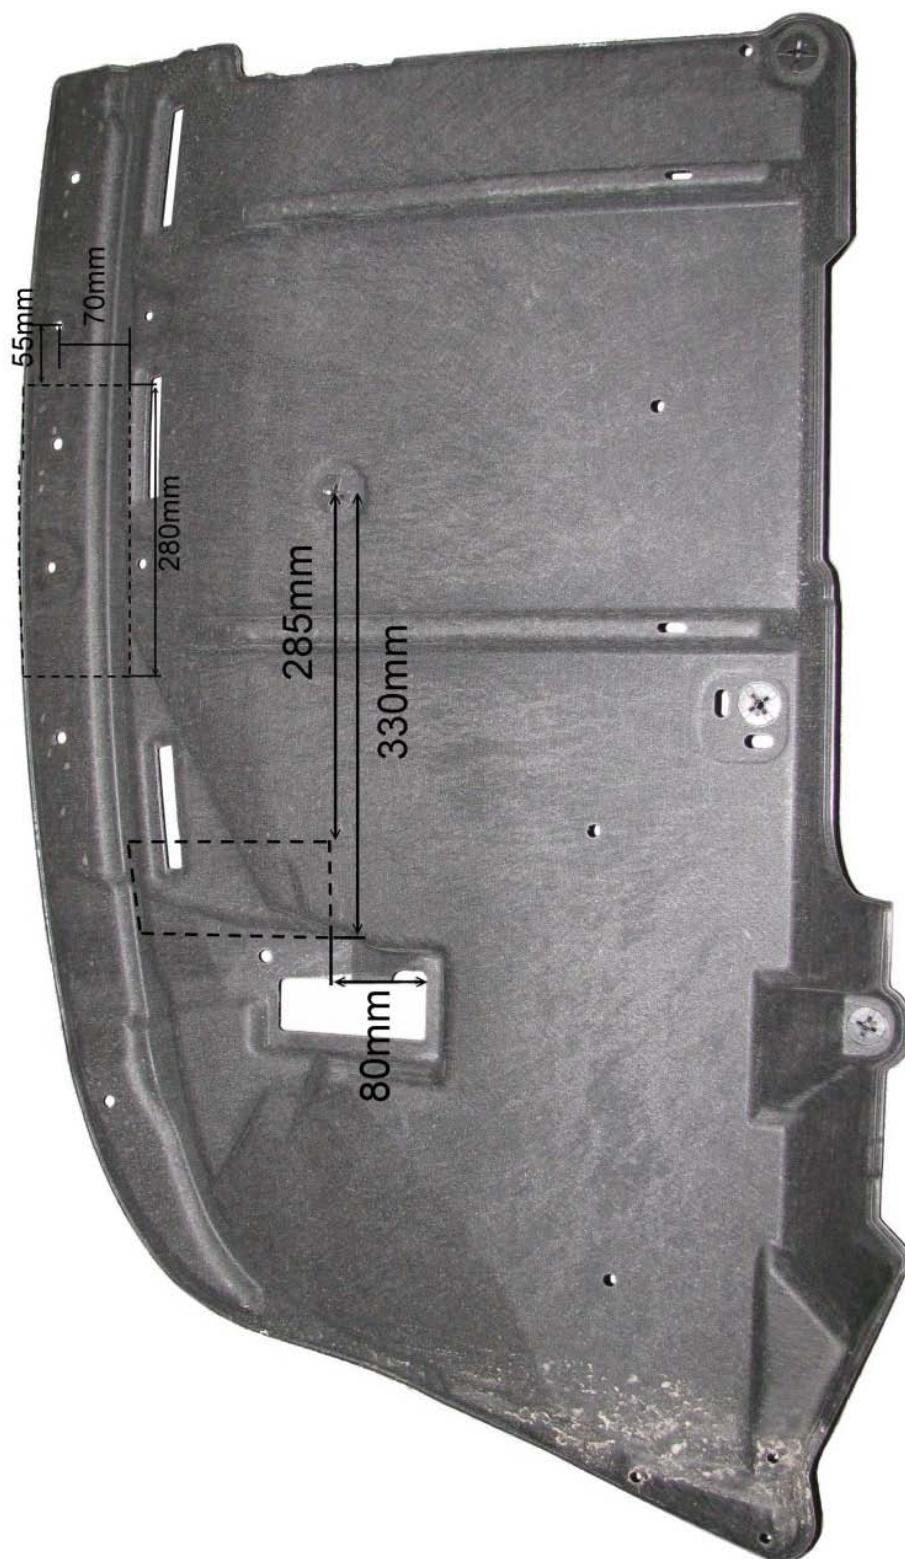

Fig. 1
2. Positioneer de monterplaten (ref. 1) links en (ref. 2) rechts met de punten (A) tegen de onderzijde van de chassisbalk op de van schroefdraad voorziene boringen, breng de bouten in en schroef deze handvast.
3. Plaats de trekhaak met de punten (B) tussen de beide monterplaten en breng de bouten in, schroef alles degelijk vast (zie aanhaalmomenten).
5. Maak in de afschermpaat eeninsnijding volgens (fig.1), montere de afschermpaat en hitteschild terug op het voertuig.
2. Installer les plaque de montage (1) à gauche et (2) à droite avec (A) contre le côté inférieur de la poutre de châssis sur les forage prévus filetés, insérer les boulons sans serrer.
3. Installer l'attelage avec (B) entre les deux plaques de montage et insérer les boulons et bien visser le tout (cf. couples de serrage).
5. Faire une découpe dans la plaque de protection selon (fig.1), remonter la plaque de protection et la plaque thermique sur le véhicule.
2. Install the assembly plates (1) at the left and (2) at the right with (A) against the bottom of the chassis beam on the provided screw-thread holes, insert the bolts without tightening.
3. Install the two bar with (B) between both the assembly plates and insert the bolts, do tighten everything firmly (see tension).
5. Make an incision in the protection plate according to fig.1, reassemble the protection plate and the heat shield on the vehicle.
2. Die Montageplatten (1) links und (2) rechts mit den Punkten (A) gegen die Unterseite vom Chassisträger auf die vorhandenen Bohrungen setzen, die Bolzen einbringen und alles handfest verschrauben.
3. Die Anhängerkupplung mit den Punkten (B) zwischen die beiden Montageplatten setzen und die Bolzen einbringen und alles entsprechend der Drehmomentenvorgabe festziehen.
5. In der Abschirmplatte laut Abb. 1 einen Ausschnitt machen, die Abschirmplatte und das Wärmeschild am Fahrzeug wieder montieren.
- 1) Visser le poussoir à ressort M10 dans l’écrou soudé de la plaque de prise selon figure 1, de sorte que seule le goujon dépasse de la plaque.
- 1) Screw the spring press bolts M10 in the welded nut of the plug plate according to figure 1. Make sure that only the little ball comes over the plug plate.